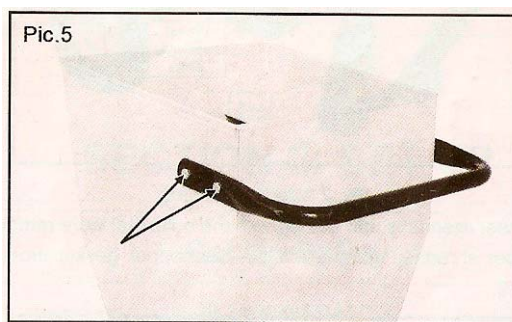

Рис. 5 Установка рукоятки
5. Установите рукоятку на бункер и совместите все отверстия. Закрепите её при помощи болтов и шайб (см. **Рис. 5**).